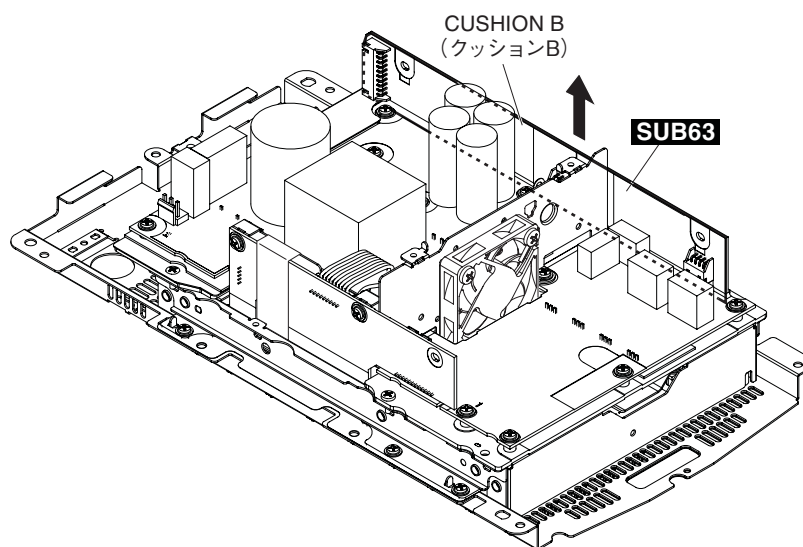

Fig.B-7(図B-7)
- B-7-5 Pull out the SUB63 circuit board in the direction of the arrow in the figure. (Fig. B-7)
* **The cushion B are not parts of the SUB63 circuit board. When replacing the SUB63 circuit board, remove the cushion B from the SUB63 circuit board and install them to the new circuit board. (Fig. B-7)**
(図 B-7)
※ クッション B は SUB63 シートの構成部品ではありません。SUB63 シートを交換する際には取り外して、新しいシートに取り付けてください。(図 B-7)